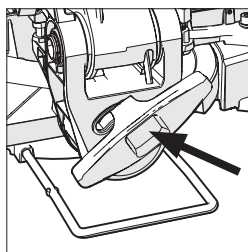

Fig. 22
- Desaperte o manipulador de bloqueio do bisele (Fig. 22).